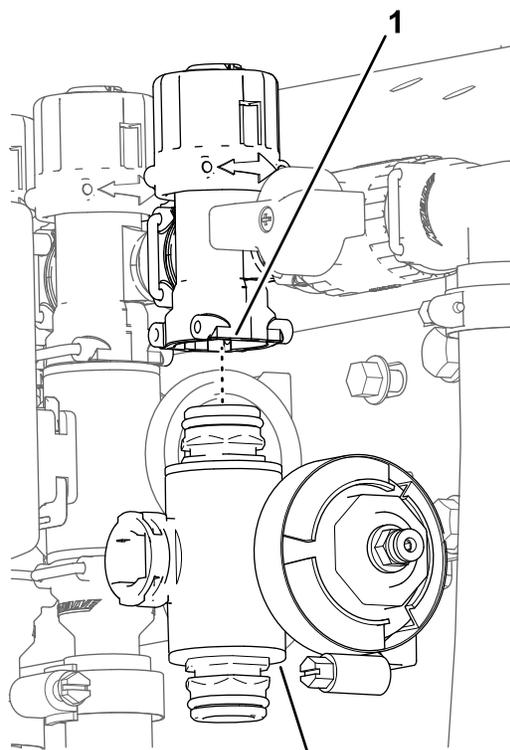

Figura 82
3. Rimuovete il collettore della valvola di sezione dalla macchina (Figura 82).